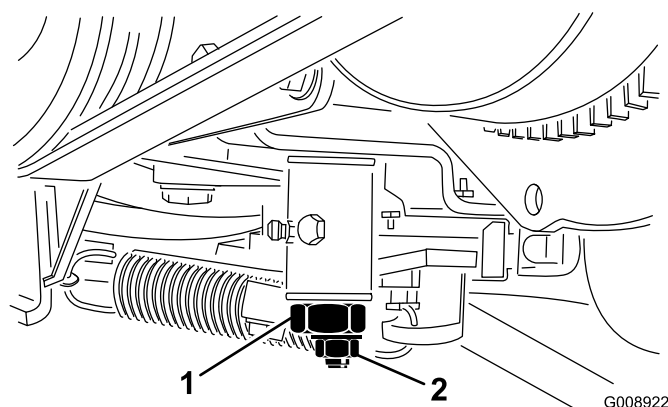

図 65
3. トラクション調整カムのロックナットをゆるめる（図 65）。